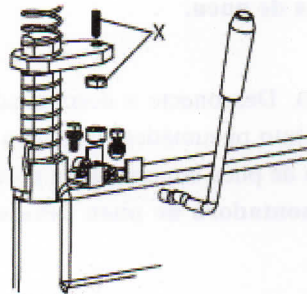

Fig 12
Nota: Se o Braço Vertical Hexagonal não estiver bloqueado ou não atende o requisito de 2-3 mm da parte inferior da cabeça da Montadora/desmontadora para o aro, por favor, ajuste a Chapa de Bloqueio Hexagonal, referente à Fig 12 e a ajuste (X).